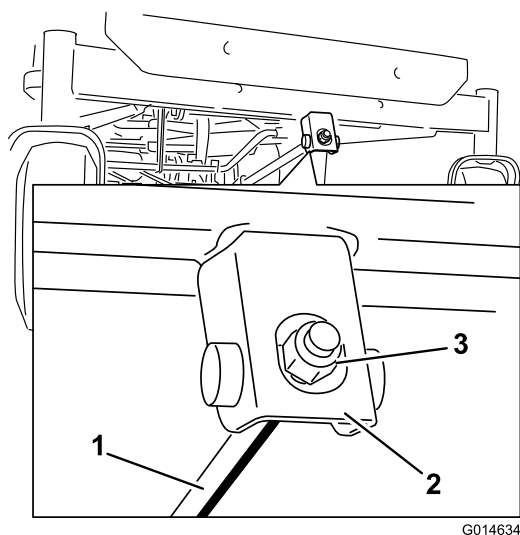

Figura 58
6. Para ajustar la inclinación longitudinal, gire la tuerca de ajuste de la parte delantera del cortacésped (Figura 58).